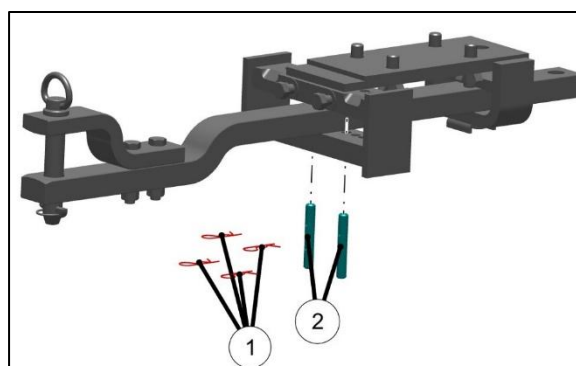

Fig. 206 : AJUSTEMENT DU TIMON D'ATTELAGE
5. Insérer les 2 goupilles (élément 2 sur la fig. 206) et les sécuriser avec les 4 goupilles ressort (2 par goupille) (élément 1 sur la fig. 206) 2 depuis le dessous et 2 depuis le dessus.
2. Retirer ensuite les deux goupilles (élément 2 sur la Fig. 206) et les quatre goupilles ressort (élément 1 sur la Fig. 206).
Pour ajuster le décalage latéral du timon d'attelage, commencer par retirer les deux goupilles (élément 2 sur la figure 206) et les goupilles ressort (élément 1 sur la figure 206), puis positionner le timon d'attelage vers la position décalée souhaitée.